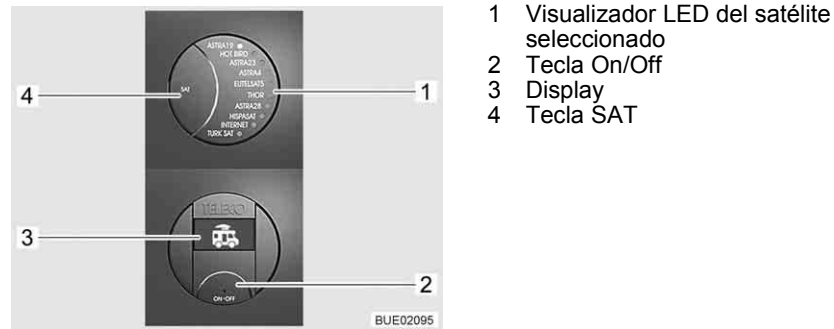

Fig. 25 Panel de mando (TeleSat)
- Pulsar la tecla On/Off (Fig. 25,2). El visualizador LED del satélite seleccionado (Fig. 25,1) y la iluminación de fondo de las teclas están encendidos. En el display (Fig. 25,3) aparece el símbolo del vehículo con antena retraída.
- Volver a pulsar la tecla On/Off (Fig. 25,2). La instalación está conectada. Si la antena había estado retraída, ahora se extenderá a la posición de servicio. Si ya está parpadeando el LED del satélite deseado (Fig. 25,1), esperar algunos segundos. La antena se estará alineando automáticamente con este satélite (la última posición del satélite se guardará después de desconectar). Cuando la instalación ha localizado el satélite, el LED (Fig. 25,1) se encenderá de modo permanente y en el display (Fig. 25,3) se visualizará "SAT OK".
- Pulsar la tecla SAT (Fig. 25,4) repetidamente hasta que el LED (Fig. 25,1) indique el satélite deseado. La antena se alineará automáticamente con este satélite.
- Cuando la instalación ha localizado el satélite, el LED (Fig. 25,1) se encenderá de modo permanente y en el display (Fig. 25,3) se visualizará "SAT OK".
- Pulsar la tecla On/Off (Fig. 25,2). El visualizador LED del satélite seleccionado (Fig. 25,1) y la iluminación de fondo de las teclas están encendidos. En el display (Fig. 25,3) se visualizará el satélite actualmente seleccionado.
- Volver a pulsar la tecla On/Off (Fig. 25,2). La antena parabólica se retrae. Cuando la antena está completamente retraída, se visualizará el símbolo del vehículo con antena retraída en el display. La instalación cambiará al modo de espera después de algunos segundos.